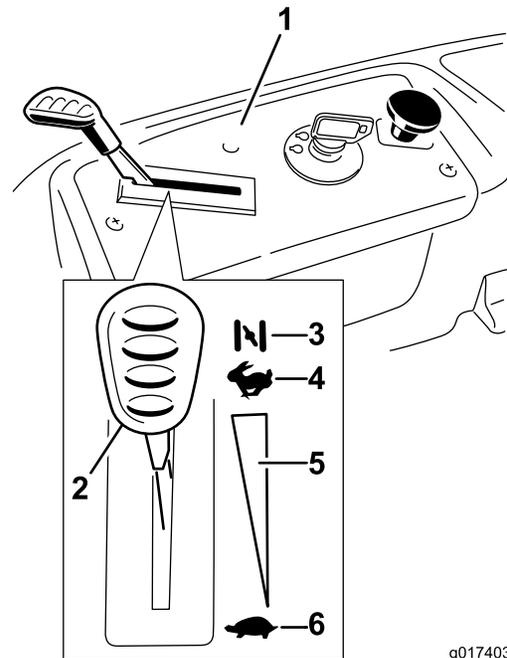

Bild 12
- Schieben Sie den Gasbedienungshebel, sobald der Motor angesprungen ist, auf Schnell (Bild 12). Stellen Sie, wenn der Motor aussetzt oder unregelmäßig läuft, den Gasbedienungshebel für ein paar Sekunden wieder zurück auf Choke. Wiederholen Sie diesen Vorgang nach Bedarf.
3. Stellen Sie den Zündschlüssel auf Aus“ (Bild 12) und ziehen Sie ihn ab.